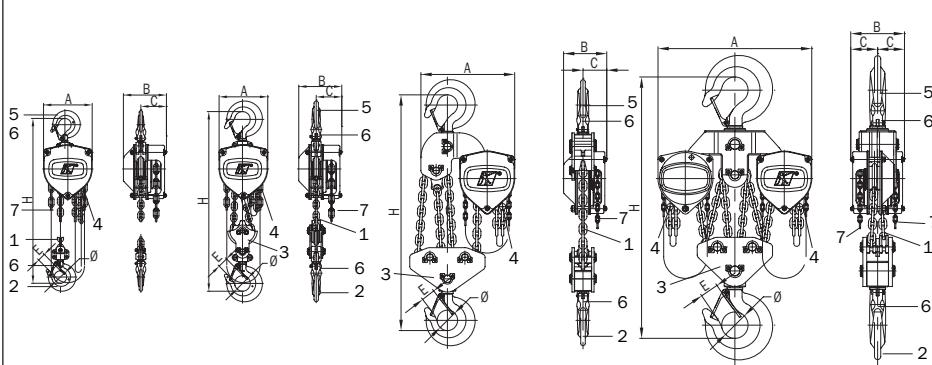
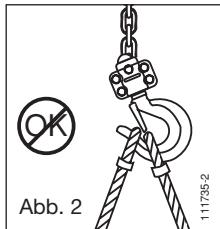

Abb. 1
Abb. 2
Der tralift™-Flaschenzug wird mit einer Lastkette (Pos. 1, Abb. 1) und einer Handkette (Pos. 7, Abb. 1) für eine Standardhubhöhe von 3 Metern geliefert.
Die Lastkette besteht aus einem oder mehreren Kettensträngen (siehe Kap. 2 technische Daten) mit einem Lsthaken auf der Lastseite (Pos. 2, Abb. 1), während das andere Ende der Lastkette (Leertrumseite) an einer am Gerät befestigten Auslaufsicherung (Pos. 4, Abb. 1) befestigt ist.
3. Den einwandfreien Zustand der Haken (Pos. 2, Abb. 1) und Sicherheitsklappen (Pos. 6, Abb. 1) prüfen.
4. Sicherstellen, dass das Ende der Leertrumseite der Lastkette an der Auslaufsicherung des Gerätes (Pos. 4, Abb. 1) befestigt ist.
1. Überprüfen, daß der tralift™ Hebelzug korrekt am Gerätetahken (Pos. 5, Abb. 1) angeschlagen und die Sicherungsklappe des Gerätetahkens (Pos. 6, Abb. 1) geschlossen ist (siehe Abb. 2 und 3).
1. Das Anschlagmittel für die Last muß im Hakengrund liegen und darf das Schließen der Sicherheitsklappe nicht behindern (siehe Abb. 2 und 3).